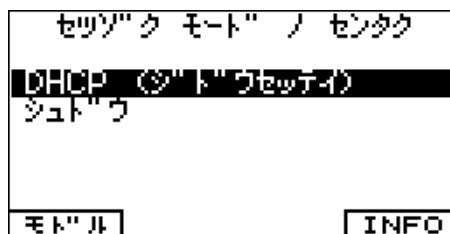

図 4.3.3-1 接続モードの選択画面
7. **FUNCTION** キーを押して、接続モードの選択画面を表示します (図 4.3.3-1 参照)。